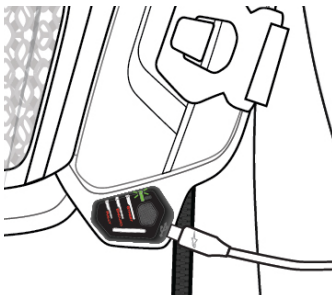

Abbildung 15: Batterie-LED (4e) blinkt während des Aufladens des Systems (siehe weitere LED-Farbanzeigen in "LEDAnzeigen", Abschnitt 8)
Das Tech-Air® Off-Road System wird mit einem Typ-C-Ladekabel (12) geliefert. Um das System aufzuladen, muss der Benutzer das mitgelieferte Standard-Typ-C-USB-Ladekabel (12) an den Typ-C-USB-Ladeanschluss (4b) auf der LED-Anzeige (4) anschließen. Sobald das System aufgeladen ist, zeigt die LED-Anzeige (4) verschiedene blinkende Farben in der Batterie-LED (4e) an (Abbildung 15), entsprechend der Beschreibung in "Zusammenfassung der LED-Anzeigen" (siehe Abschnitt 8). Laden Sie das System vor dem ersten Gebrauch vollständig auf.